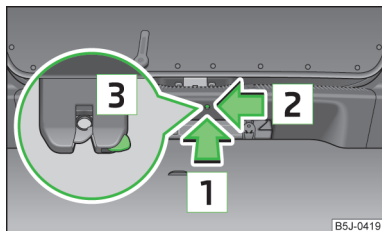

Fig. 19
- Introduceți în orificiul din capitonaj o șurubelniță sau o altă unealtă asemănătoare, în sensul indicat de săgeată  » fig. 19, până la capăt.